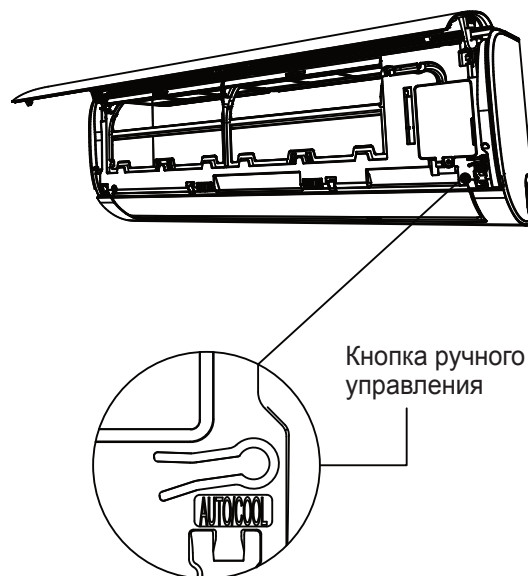

Рис. 8.1
2. Кнопка **MANUAL CONTROL** [Ручное управление] расположена с правой стороны блока. Чтобы перейти в режим COOL, нажмите кнопку 2 раза (см. **рис. 8.1**).